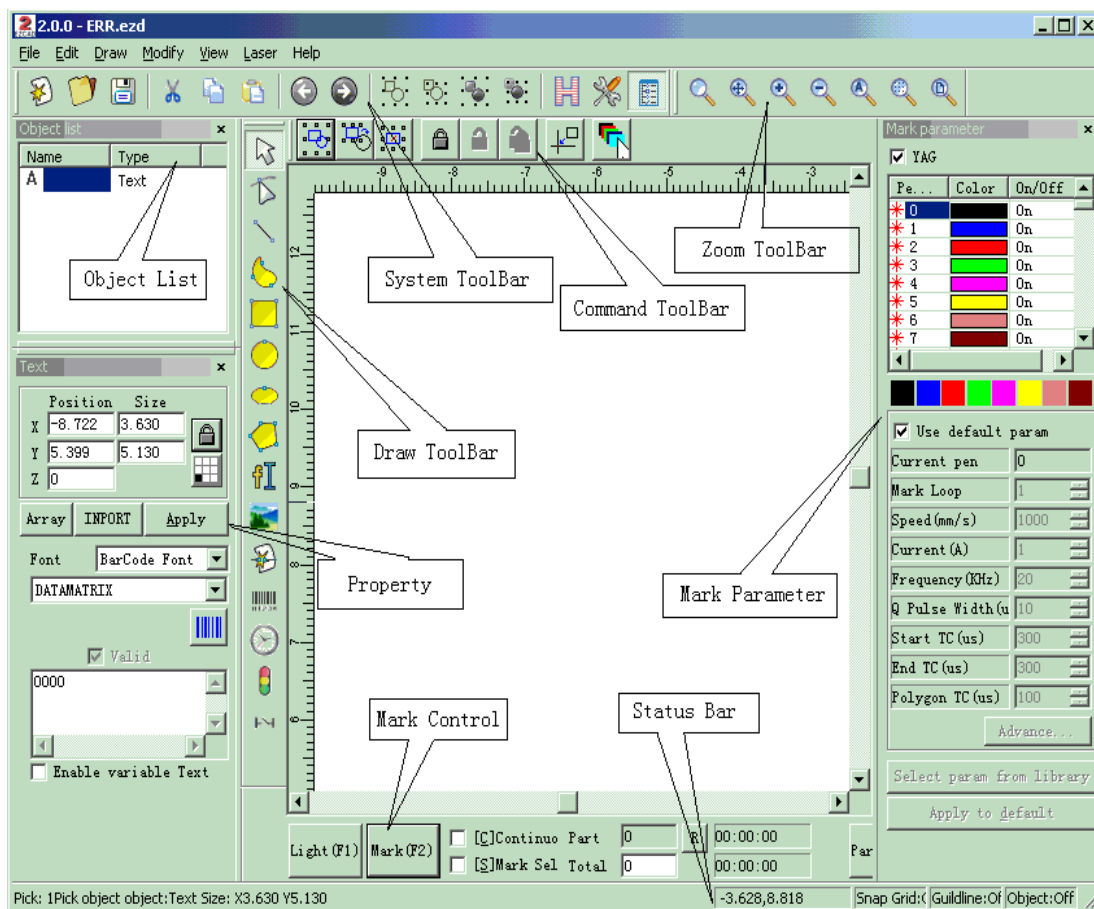

Рис. 1-2. Главное окно программы «EzCAD».
- **Главный интерфейс (Рис. 1-2)**